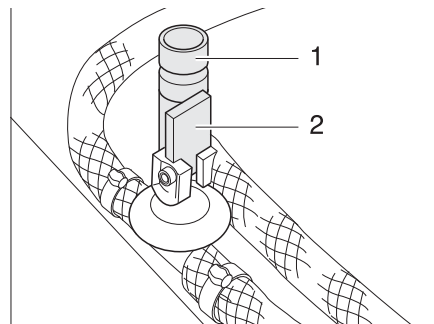

Fig. 126 Rubinetti di scarico per boiler Truma
- Chiudere tutti i rubinetti di scarico per il boiler. Posizionare la leva a bilanciere (Fig. 126,2) orizzontalmente o ruotare il tappo (Fig. 126,1) in senso orario.
- Aprire tutti i rubinetti di scarico per il boiler. Posizionare la leva a bilanciere (Fig. 126,2) verticalmente o ruotare il tappo (Fig. 126,1) in senso antiorario.